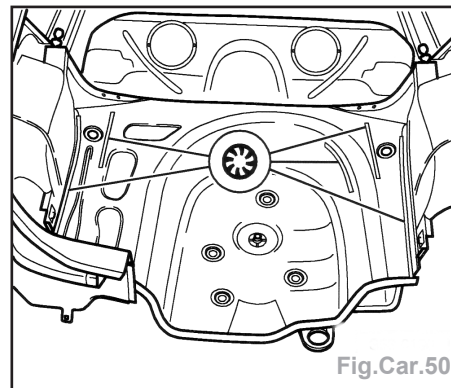

Fig.Car.50
- Souder la partie restante par soudure bouchon sous gaz (Fig.Car.50).